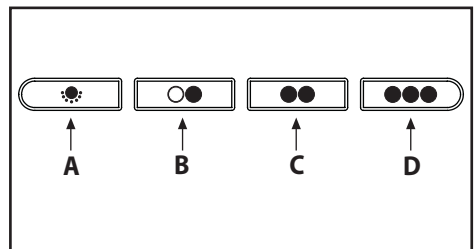

Fig.13
• **Comandi meccanici (Fig.13) :** la simbologia è di seguito riportata: